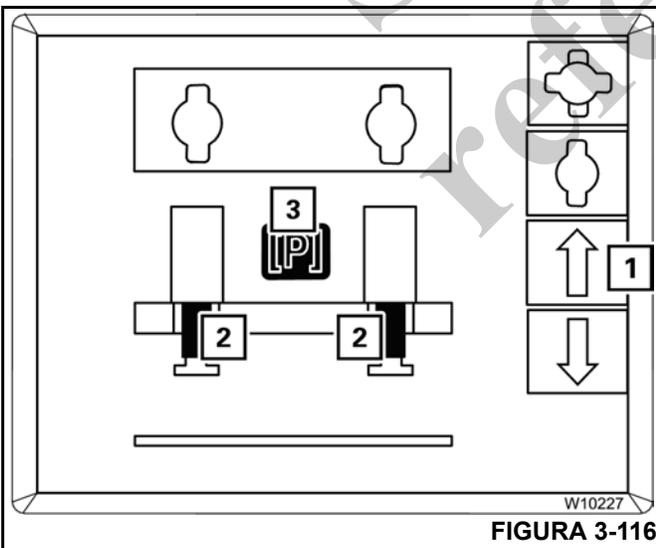

FIGURA 3-116
1. Presione el botón F7 (1, Figura 3-116).
2. Los cilindros elevadores (2) se retraen.
3. Presione sin soltar el botón F7 (1) hasta que la pantalla de pretensión de contrapeso (3) se torne de color **verde**.